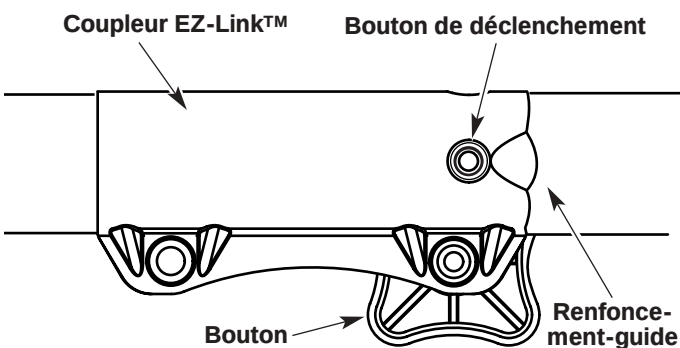

Fig. 23
1. Dévissez le bouton vers la gauche (Fig. 23).
2. Appuyez sur le bouton de déclenchement et maintenez-le enfoncé (Fig. 23).
REMARQUE : aligner le bouton de déclenchement avec le renforcement-guide facilitera l'installation (Fig. 23).